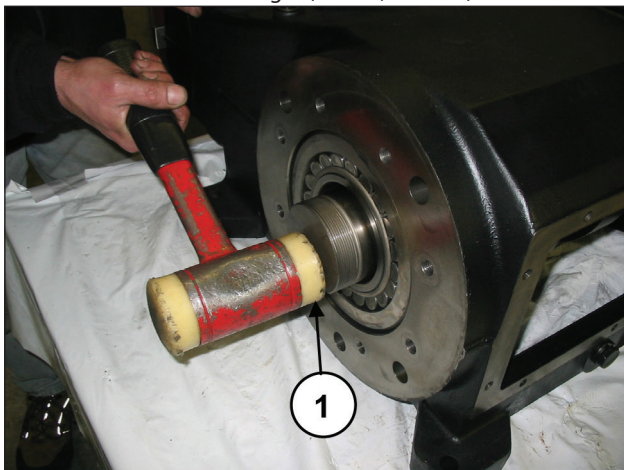

Abb. 29
Treiben Sie die Kurbelwelle mithilfe eines Schlagwerks auf Zapfwellenseite heraus (Pos. ①, Abb. 29).